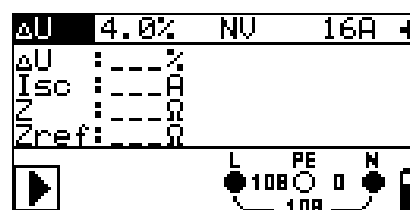

Bild 5.27: Spannungsabfall
- **Schließen** Sie die Prüfleitungen am Prüfling an (siehe Bild 5.27).